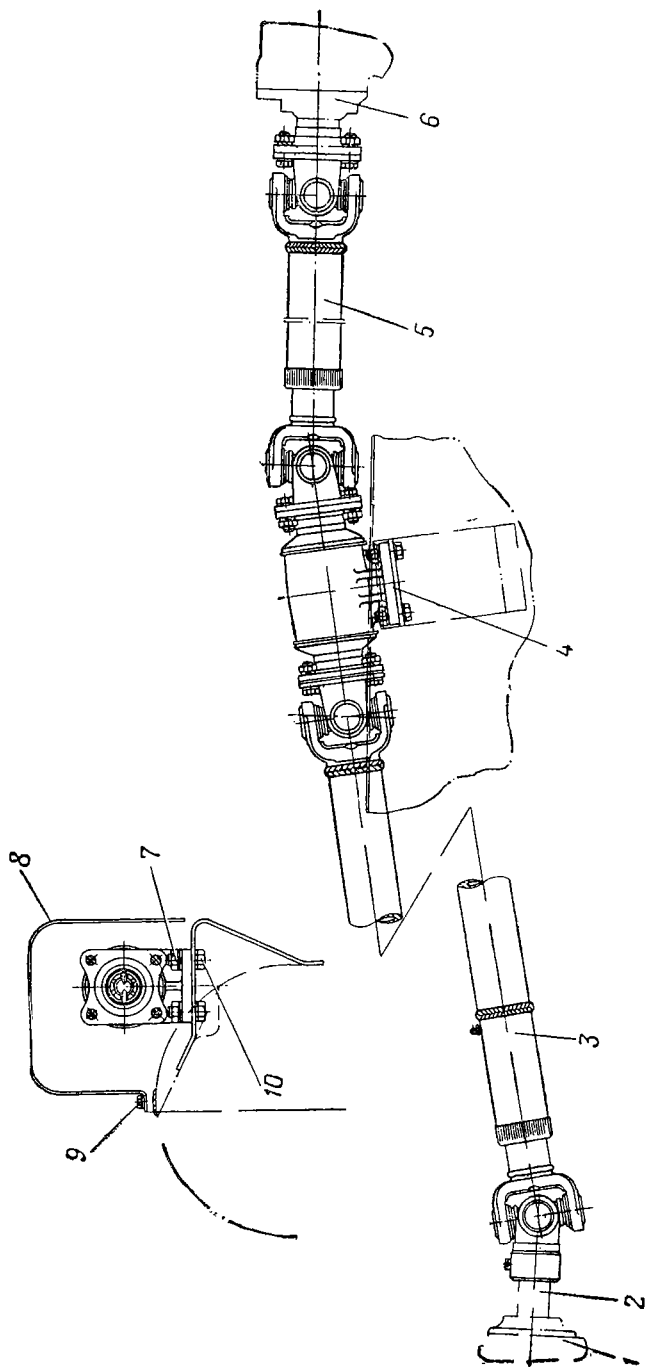

Рис. 79. Привод на водометный движитель.
2. Вывернуть болты 9 (рис. 79) и снять защитный кожух 8.
1. Установить промежуточную опору 4 (рис. 79) на кронштейн корпуса машины и закрепить болтами с гайками и пружинными шайбами.